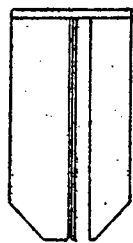

FIGURA 6
- Encaixar as aletas no disco (Figura 6)